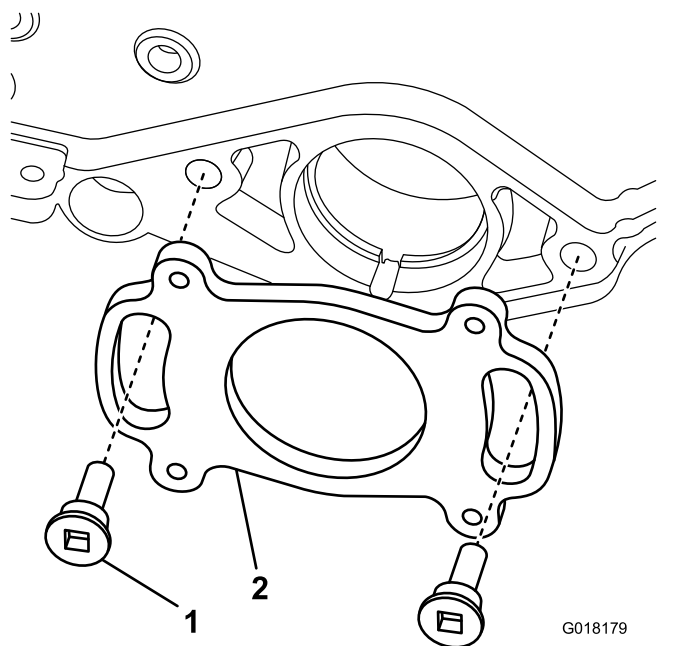

Рисунок 8
1. Закрепите заднюю монтажную пластину с помощью 2 ступенчатых болтов, как показано на Рисунок 8.